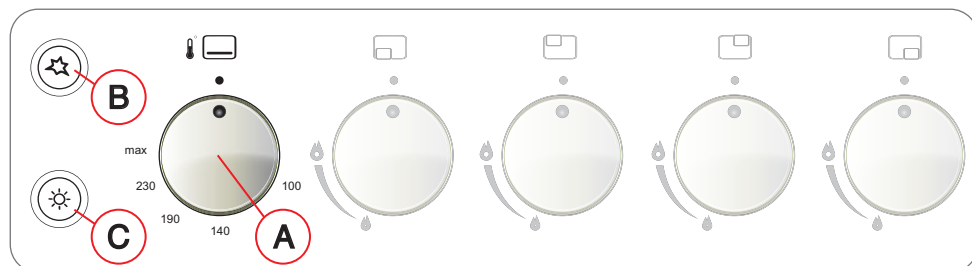

Fig. 4.14
- premere la manopola (A) e ruotarla sulla temperatura desiderata;
- mantenere premuta la manopola (A) per qualche secondo (la valvola del gas si apre e consente al gas di fluire verso il bruciatore);
- premere il pulsante generatore di scintilla (B, Fig. 4.14- 4.15) per generare l'accensione;
- rilasciare la manopola (A) solo quando la fiamma è stabile.
Nei modelli DL554GW2 e DL554GK2, la luce interna del forno può essere accesa in qualsiasi momento tramite l'apposito tasto (C, Fig.4.14). Nei modelli DL554EW2 e DL554EX2, invece, la luce si attiva automaticamente selezionando una modalità di cottura tramite la manopola; riportando la manopola su "OFF", la luce si spegne.